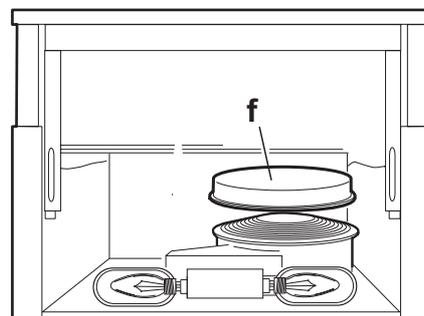

Abb. 3
4. Wenn der Aktivkohlefilter (f - Abb. 3) bereits montiert ist und ausgewechselt werden soll, kann er durch Drehen gegen den Uhrzeigersinn nach unten entnommen werden.
5. Ist der Kohlefilter (f - Abb. 3) nicht eingebaut, diesen so einsetzen, dass er das Motorschutzgitter abdeckt und im Uhrzeigersinn drehen, bis er einrastet.